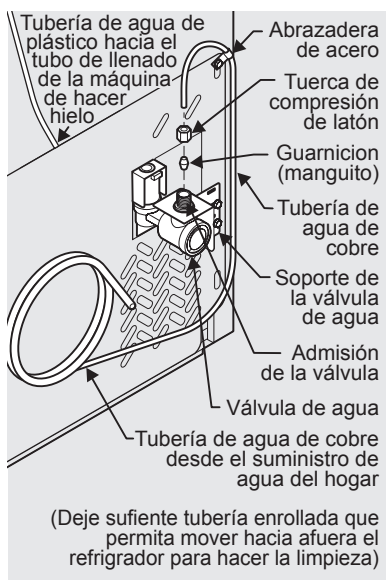

figura 1
- 4 Si utiliza tubos de cobre, deslice la tuerca de compresión metálica, seguida del casquillo (manguito), en la tubería de suministro de agua. Encaje la tubería de suministro de agua en el grifo (6,4 mm). Deslice el casquillo (manguito) en la toma del grifo y apriete la tuerca de compresión en el grifo de forma manual. Luego utilice una llave para darle otra media vuelta, pero SIN apretarla en exceso. Consulte la Figura 1.